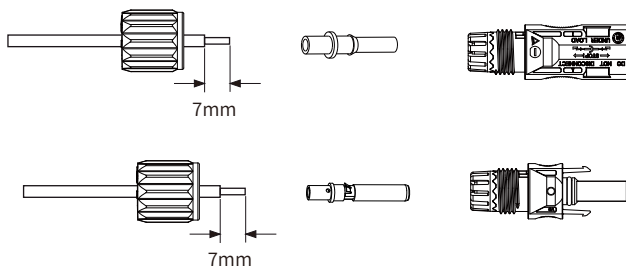

Figura 13. Desmonte o conector
c. Retire 7mm da camada protetora da ponta do cabo, desrosqueie a “porca” . (Ver figura 13)